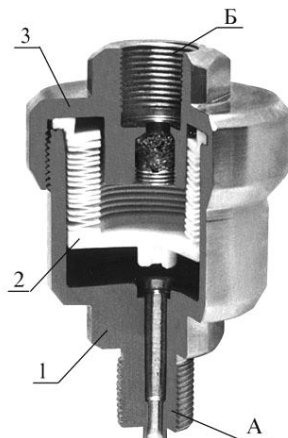

Рис. 12
- 1) для штуцерных разделителей типа В-... (рис. 12):